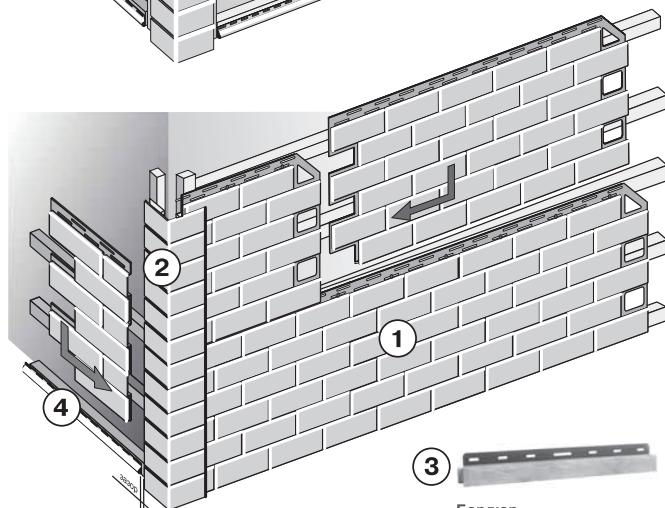
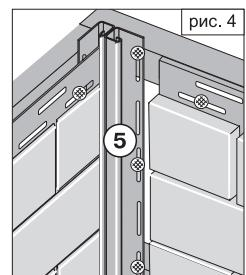

рис. 4
рис. 5
- Вертикально расположенные вспомогательные профили крепятся следующим образом: первый крепежный элемент устанавливается в верхнюю часть верхнего перфорационного отверстия каждого вертикального элемента, остальные – в центр перфорационных отверстий (рис. 4).
- Сначала устанавливаются все наружные углы и другие вспомогательные профили. Для оформления внутренних углов, обрамления оконных и дверных проемов рекомендуется использовать J-профиль (рис. 4) или бордюр (рис. 5). Также J-профиль используется в качестве финишного элемента (рис. 8).